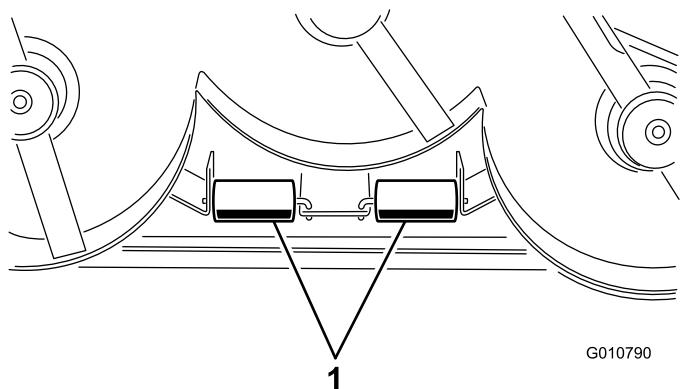

Figura 13
- Retire os contrapinos que prendem os eixos do rolo aos suportes no lado inferior da plataforma (Figura 13).